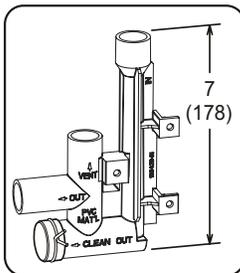

FIGURE 49
- 3 - Installez le bouchon sur l'ouverture de nettoyage à la base du purgeur. Fixez avec le collier. Reportez-vous à la FIGURE 49.
- 4 - Installez le purgeur avec des raccords en PVC appropriés et collez tous les joints. Collez le purgeur fourni comme illustré à la FIGURE 49. Acheminez le conduit de condensat jusqu'à un drain ouvert.